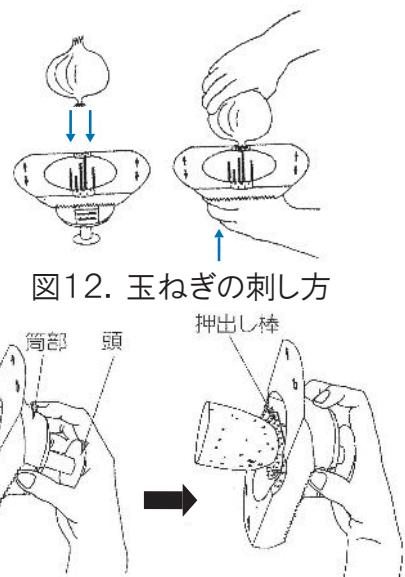

図12. 玉ねぎの刺し方
玉ねぎの場合、4ページの図12の様に根の部分を金属ピンに刺します。
- まず、4ページの「図12. 玉ねぎの刺し方」のように安全ホルダーに玉ねぎを刺しておきます。
- 右図の様に、⑥安全ホルダーの「矢印」に対し垂直方向(右図の点線表示の方向)に3回程度包丁で切り込みを入れます。